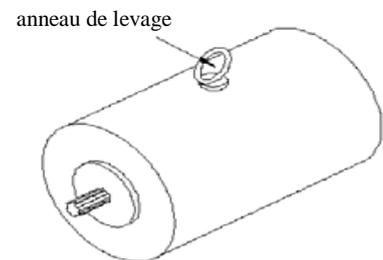

figure 2-79
(5) Directions de levage pour le moteur de traction voir figure 2-79